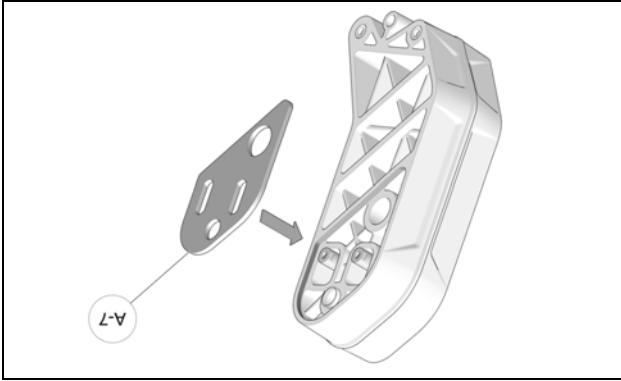

Figure 3
- Installer la deuxième plaque latérale (A-7) au côté gauche du support de ski. Aligner les tiges supérieures aux ouvertures de la plaque. Presser l'assemblage pour finaliser le positionnement des plaques au support de ski. Voir la Figure 3.